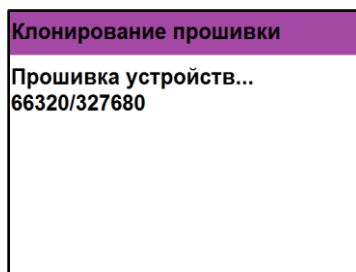

Рисунок 25 - Процесс клонирования программного обеспечения на ППК
2.3.8. После запуска процесса будет отображаться количество переданных пакетов/общее количество пакетов (рисунок 25).